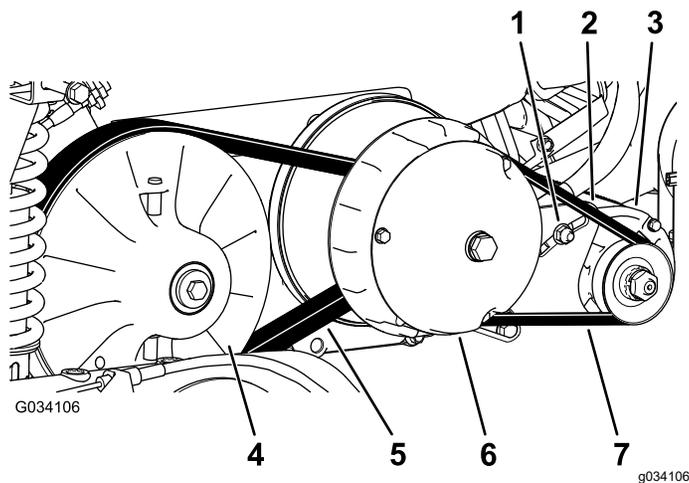

Рисунок 63
6. Проверните и осмотрите ремень (Рисунок 63) на наличие чрезмерного износа или повреждений.
3. Поверните и проложите ремень поверх вторичного сцепления (Рисунок 63).
4. Снимите ремень с главного сцепления (Рисунок 63).
5. Проложите новый ремень поверх главного сцепления (Рисунок 63).
6. Поверните и проложите ремень поверх вторичного сцепления (Рисунок 63).
2. Ослабьте затяжку регулировочной гайки стартера-генератора (Рисунок 63).
4. Нажав на монтировку вниз, поверните стартер вниз в пазу таким образом, чтобы натяжение ремня позволяло отклонять его только на 6 мм при воздействии усилия в 44 Н·м (Рисунок 63).
5. Затяните регулировочную гайку от руки и снимите монтировку (Рисунок 63).